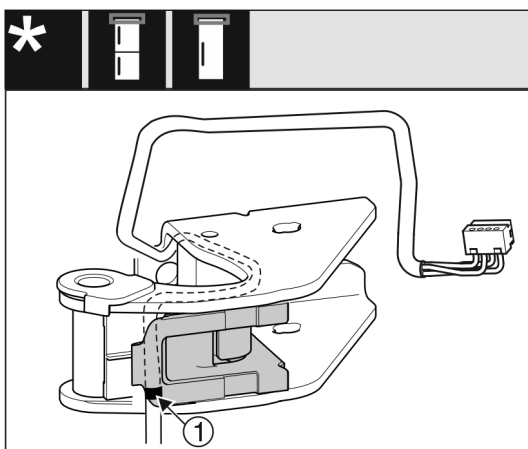

Fig. 28
- ▷ Middelste markering moet hierbij op de rand van de kabelhouder liggen Fig. 28 (1).